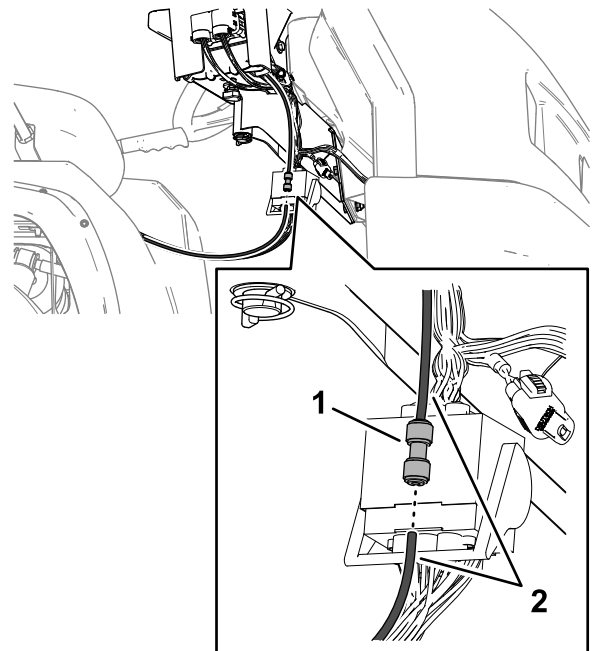

図 133
1. 水圧検知チューブを押し嵌めフィッティングに取り付ける。奥までしっかり差し込むこと **図 133**。